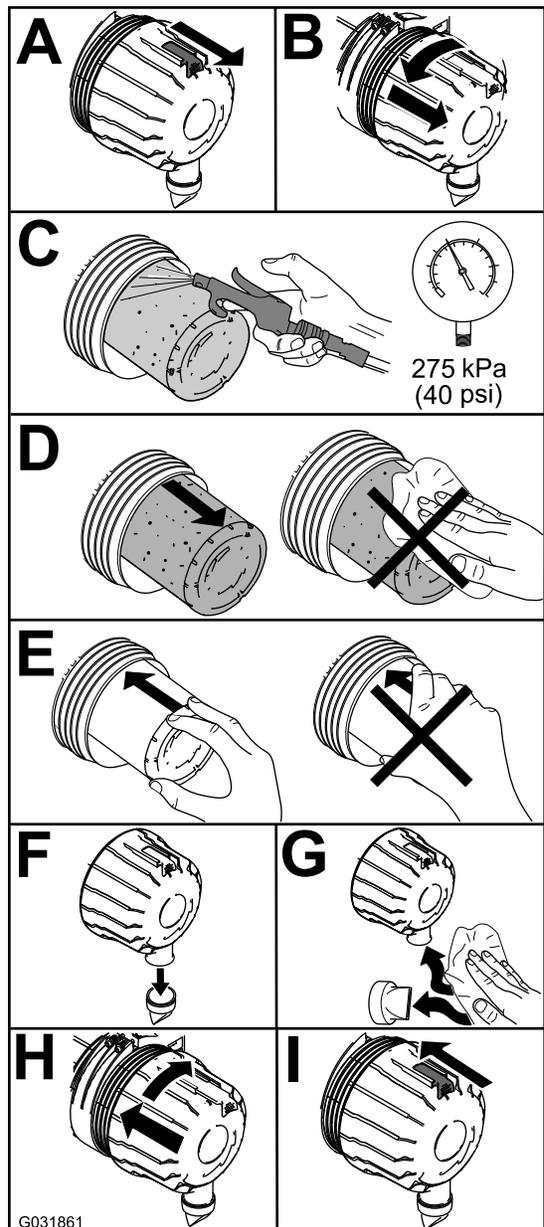

Рисунок 42
1. Замените воздухоочиститель (Рисунок 42).